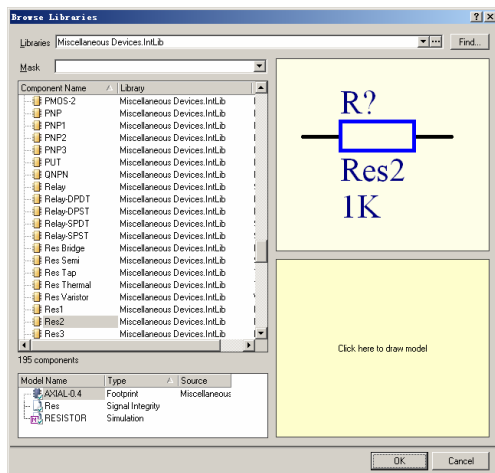

图 2.81 “Browse Libraries”对话框
(2) 在 “Place Part” 对话框中的 “Placement Type” 选项区域内选择 “From Standard Libraries” 项，表示使用标准元件库。
(3) 单击 “Place Part” 对话框中 “Part Details” 选项区域内的 “...” 浏览按钮，打开如图 2.81 所示的 “Browse Libraries” 对话框。